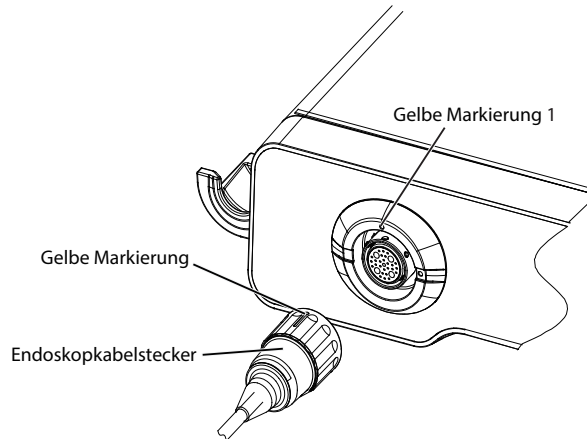

**Abbildung 3-4 Anschluss des Endoskopkabels 2**
2. Drehen Sie den Endoskopkabelanschluss im Uhrzeigersinn, um die gelbe Markierung am Stecker mit der gelben Markierung 2 am elektrischen Endoskopanschluss auszurichten. Ein Klicken ist zu hören, wenn der Endoskopkabelanschluss sicher angeschlossen ist, wie in Abbildung 3-4 gezeigt.